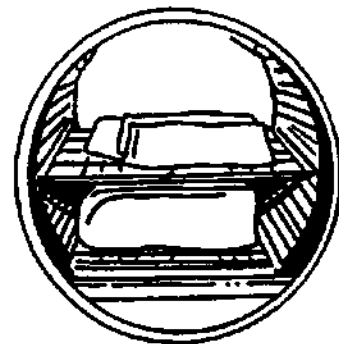

Рис. 4-1: Правильно загруженная стерилизационная камера.
- ⇒ В полностью загруженной стерилизационной камере лотки или упакованные предметы находятся на обеих полках стерилизатора STERRAD 100S. Лотки должны быть установлены на полках горизонтально. Не ставьте лотки друг на друга (Рис. 4-1).